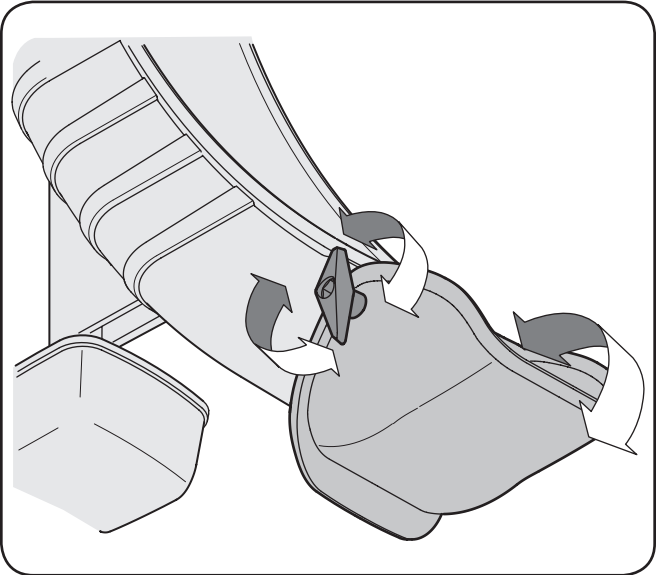

Figure 3-15
3. Faites pivoter la goulotte à la position voulue et resserrez le bouton. Voir la Fig. 3-15.